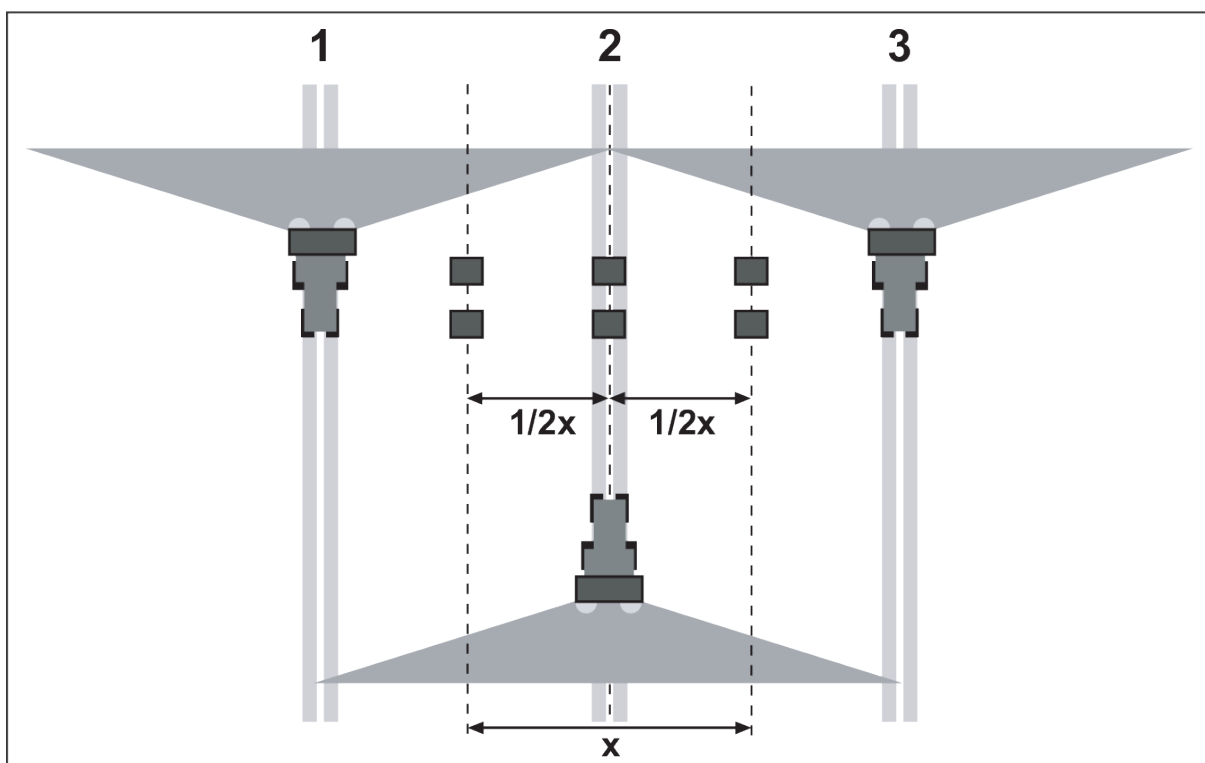

Fig. 35: Oppstilling for tre passeringer
- ▶ Sett opp to fangskåler i en avstand på **1 m** etter hverandre i overlappingssonene og i den midterste kjørebanen (iht. Fig. 35).